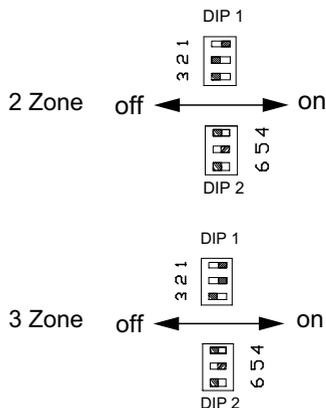

Figura 4.15
- Impostare i jumper come in Figura 4.15.